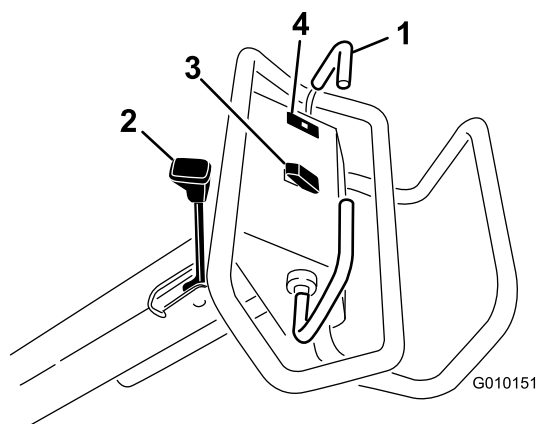

Figura 11
Pentru deplasare în față, deplasați spre față maneta de traciune. Pentru deplasare în spate, deplasați maneta de traciune spre spate (Figura 11).
- Pentru a cupla frâna de parcare, deplasai maneta frânei de parcare către mânerul operatorului (Figura 11).
Lampa de avertizare presiune ulei (Figura 11) se aprinde atunci când presiunea uleiului de motor scade sub un nivel sigur. Dacă scade presiunea uleiului, oprii motorul și determini cauza. Remedii orice deteriorare înainte de a porni motorul din nou.
Ridicare - apăsați partea superioară a comutatorului (Figura 11) pentru a ridica și pentru a decupla capul de carotaj. Motorul trebuie să funcționeze pentru a genera presiunea de ridicare. În cazul în care capul de carotaj este sub înălțimea de transport, consultați Resetarea circuitului de control al sistemului (Pagină 25).
Coborâre/cuplare - apăsați partea inferioară a comutatorului (Figura 11) pentru a coborî și pentru a cupla capul de carotaj. Maneta de tracțiune trebuie să fie în poziția spre înainte pentru a activa comutatorul.